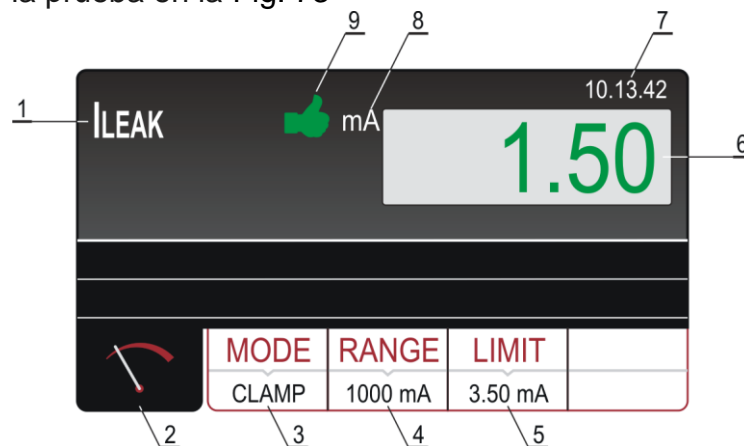

Fig. 73: Pantalla con el resultado de la prueba ILEAK en modo CLAMP
8. Inicie la medida pulsando el botón **START/STOP**. La medida comenzará y se detendrá luego de pulsar nuevamente el botón **START/STOP**. El resultado de la medida se mostrará en color verde si es inferior o igual al valor límite configurado o en color rojo si es superior al valor límite configurado. El resultado final mostrará un símbolo verde 🍏 y un sonido bip-bip si es OK o un símbolo rojo 🍎 y un sonido bip de mayor duración si es no OK. Vea la vista de la pantalla con el resultado de la prueba en la Fig. 73